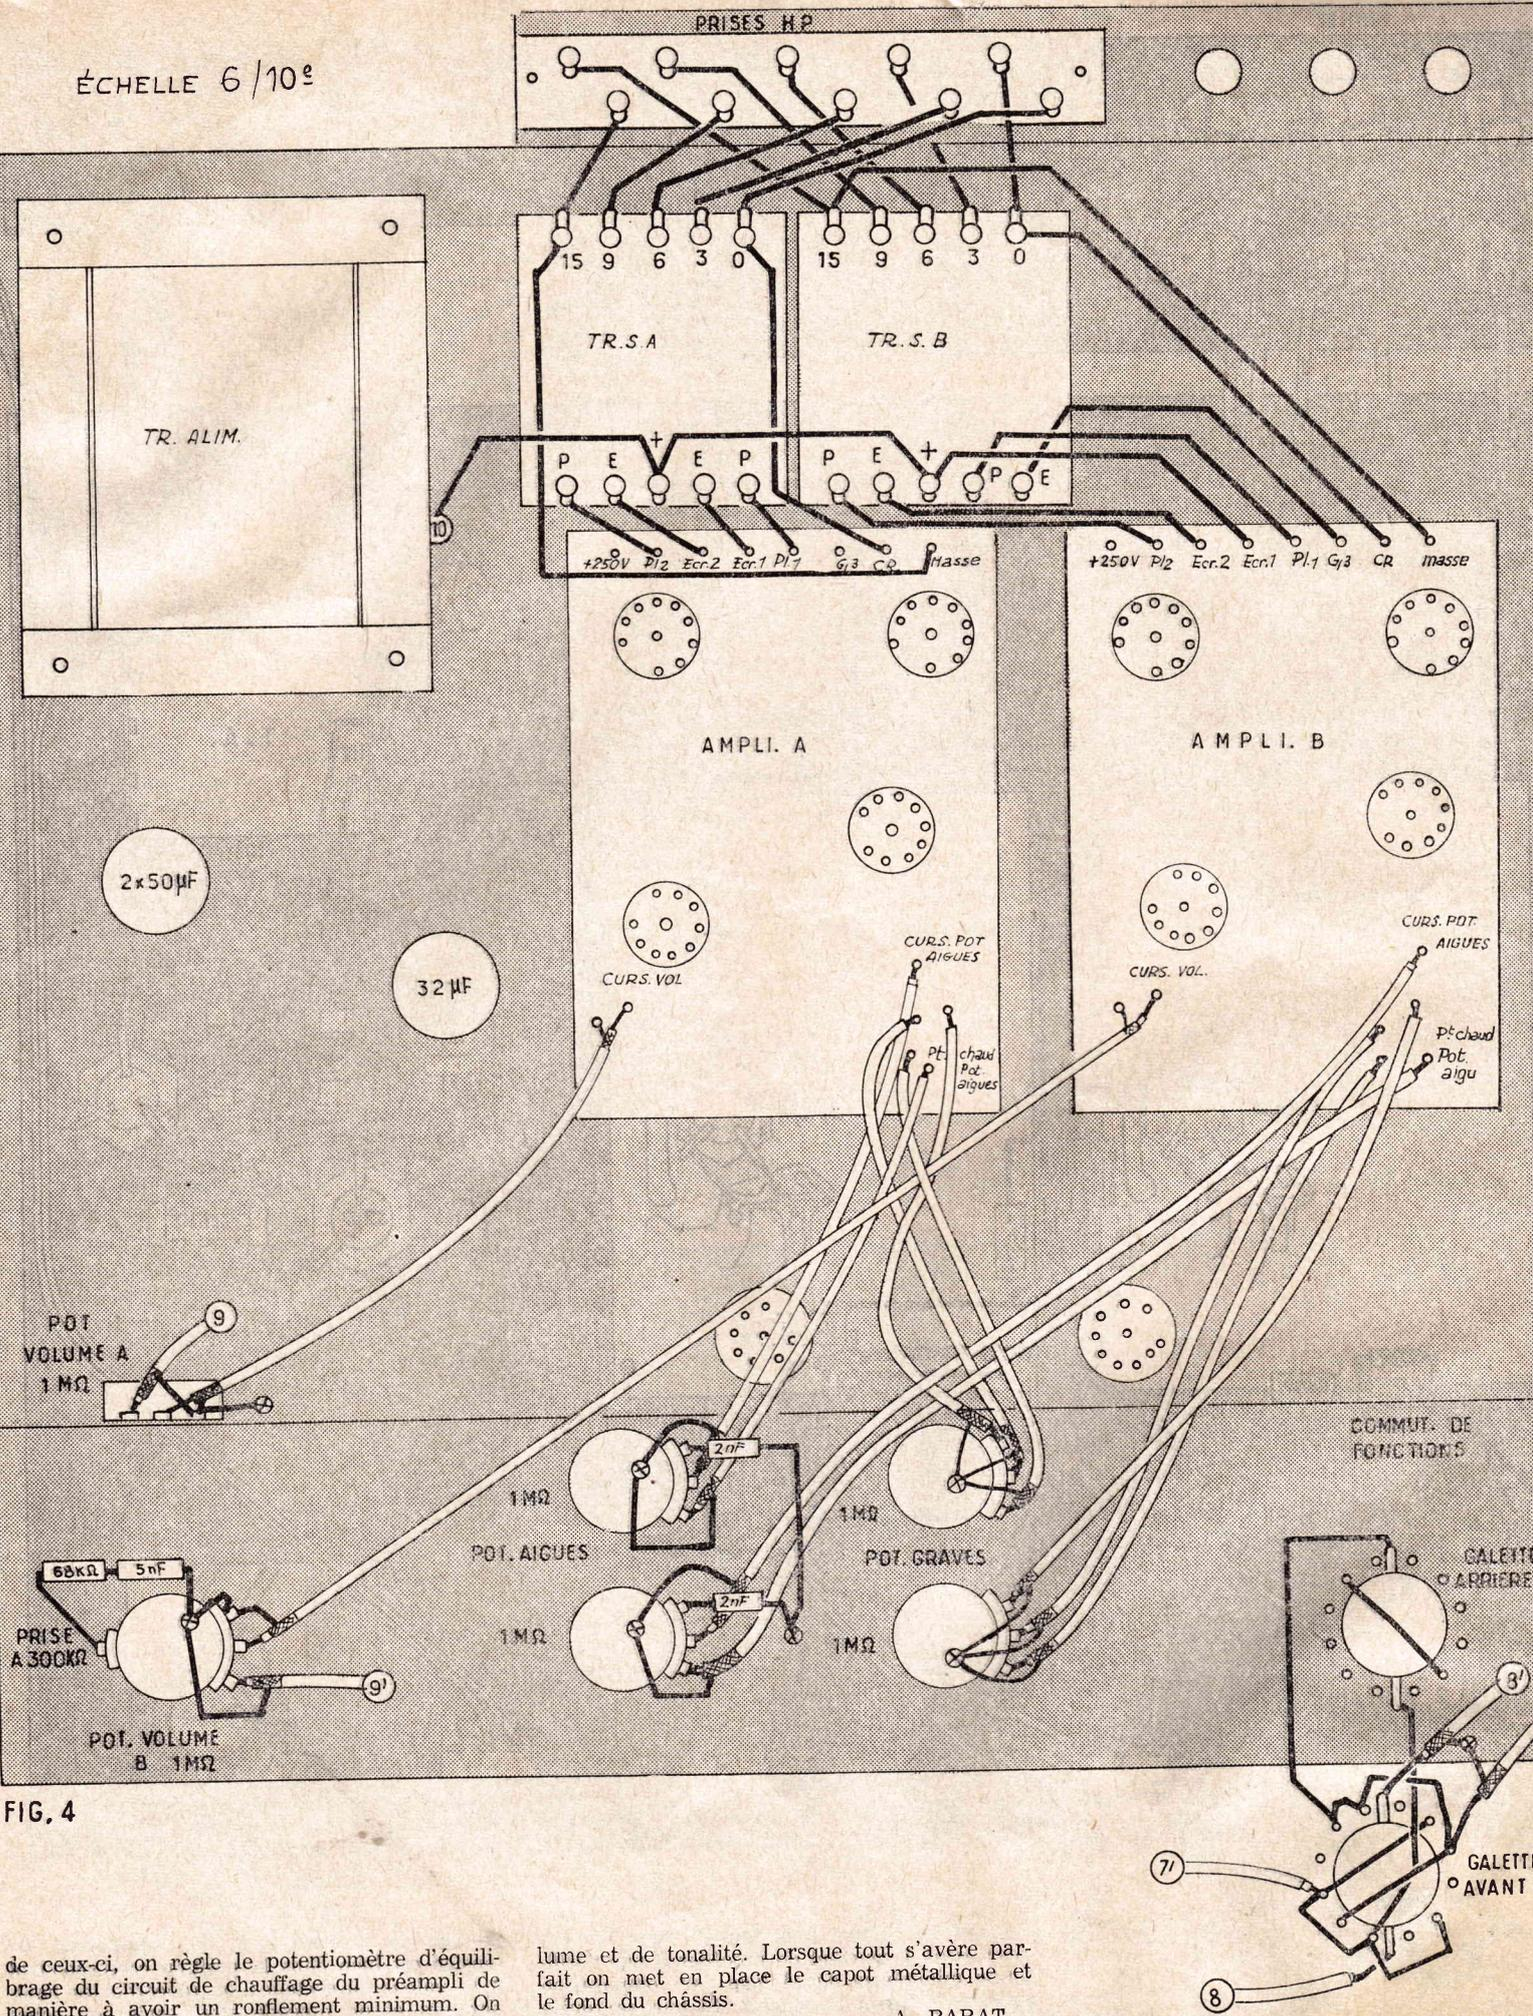

FIG. 4
(Voir figure 4 page suivante)
* cette puissance calorifique ne peut avoir qu'une seule origine, électrique, et, en fait, elle semble correspondre exactement au produit du courant I_c par le potentiel V_{CB} , qui existe entre collecteur et émetteur (fig. 4) et du courant I_c au repos dans le cas d'un OC74, par exemple, la puissance (P) dissipée par le collecteur (C) serait